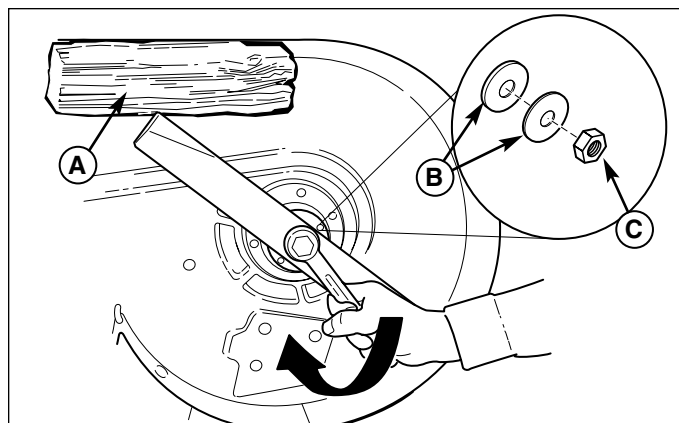
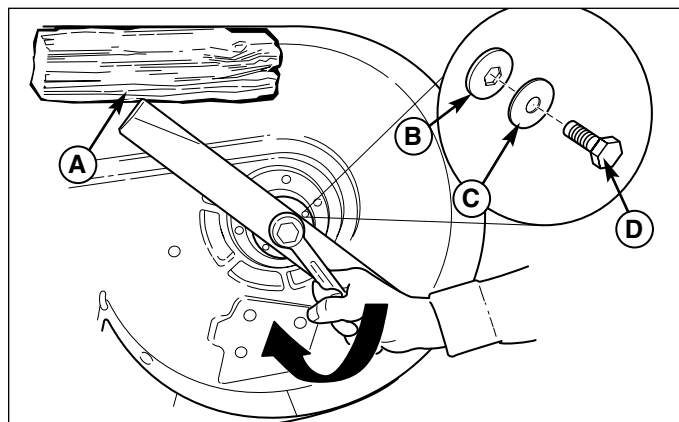

Figura 20. Installazione delle lame (tagliaerba da 97 e 107 cm)
Figura 21. Installazione delle lame (tagliaerba da 112 e 127 cm)
3. Togliere il dado (C, Figura 20) o le rondelle elastiche (B) e la lama. Oppure rimuovere la vite (D, Figura 21), la rondella esagonale (B), la rondella elastica (C) e la lama.
6. Reinstallare la lama (Figura 21) con le linguette puntate verso l'alto, verso la base del tagliaerba, come indicato in figura.
7. Reinstallare la rondella elastica (B, Figura 20) ed il dado (C). Usare un blocco di legno (A) per impedire la rotazione della lama serrando allo stesso tempo il dado (C) con una coppia di 95-108 Nm (70-80 piedi libbre). Oppure reinstallare la rondella esagonale (B, Figura 21), la rondella elastica (C) e la vite (D). Usare un blocco di legno (A) per impedire la rotazione della lama serrando allo stesso tempo il dado (D) con una coppia di 61-75 Nm (45-55 piedi libbre).